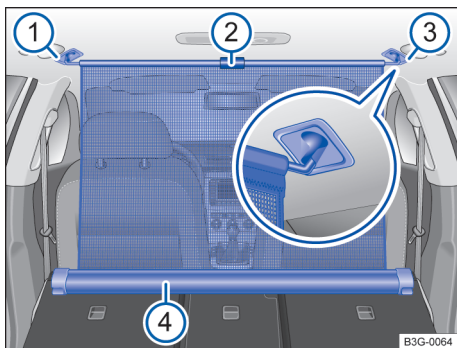

Fig. 163 No compartimento de bagagem: rede de separação engatada com os encostos do banco traseiro rebatidos.
- Extraia a rede de separação da carcaça ④ puxando para cima da lingueta → Fig. 163 ②.
- Engate a rede no lado direito → Fig. 163 ③ (imagem ampliada).
- Engate a rede no alojamento do lado esquerdo → Fig. 163 ① comprimindo a barra transversal.
A rede de separação está montada corretamente quando as extremidades em forma de T estão enganchadas fixamente nos alojamentos correspondentes → Fig. 163 ③ e ①.
- Enrole a rede na carcaça → Fig. 163 ④ ao orientá-la totalmente para baixo com a mão.